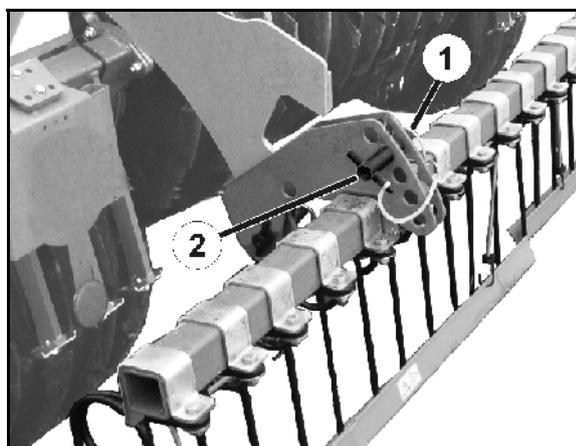

Fig. 47
2. Desserrez la goupille d'arrêt (Fig. 47/1).
3. Placez l'axe de réglage (Fig. 47/2) dans la position souhaitée.